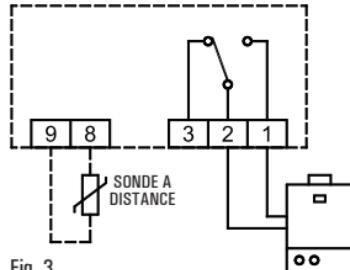
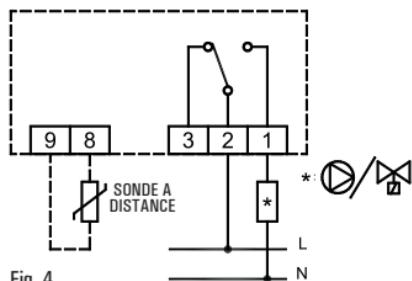

Fig. 3.
Fig. 4.
- Effectuer les raccordements électriques en suivant le schéma de connexion de la Fig. 3 ou Fig. 4.
En respectant la polarité indiquée, insérer les piles dans le compartiment correspondant (Fig. 4) et réinitialiser le dispositif à l'aide d'un objet pointu introduit dans le trou correspondant (L de la Fig. 4) ; NE PAS UTILISER D'AIGUILLES.
- 'OK' : Programmation / Heure / Confirmation (I de la Fig. 4) ;
- '▲' : ' Avant ' (G de la Fig. 4) ;
- '▼' : ' Arrière ' (H de la Fig. 4) ;
Le chronothermostat est équipé de 24 cavaliers (A de la Fig. 4) placés aux côtés de l'écran et servant à sélectionner, pendant la journée, les tranches horaires de ' Confort ' ou ' Réduction '.
sont d'une heure (A de la Fig. 4). La température de 'Confort' est configurée à l'aide de la poignée '☀' (soleil), tandis que la 'Réduction' est configurée à l'aide de la poignée '🌙' (lune). Normalement, pour avoir une 'Réduction' nocturne, la poignée '🌙' sera configurée avec une valeur inférieure par rapport à celle de la poignée '☀'.